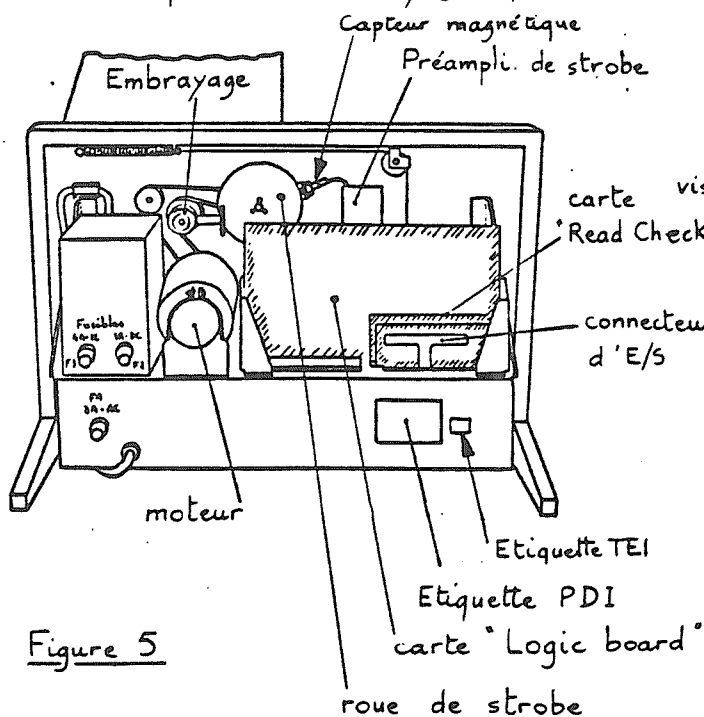

Figure 5
— Contrôler le jeu de l'embrayage (fig.5 et 6)
- Contrôler l'écartement entre le capteur magnétique et la roue de strobe avec la cale bleue : jeu =  $0,005 \text{ inch} \pm 0,001 \text{ inch}$  (faire tourner manuellement la roue de strobe (fig. 5 et 7).
- aux pins 14 (5V) et 7 (0V) des circuits intégrés du "Logic board" (Fig 5)
. . . aux bornes de la bobine d'embrayage (fig. 5)
Numéro TEI du lecteur : 1.149.010/01 (fig. 5)
— Placer un strap sur la carte logique (logic Board : fig 5)